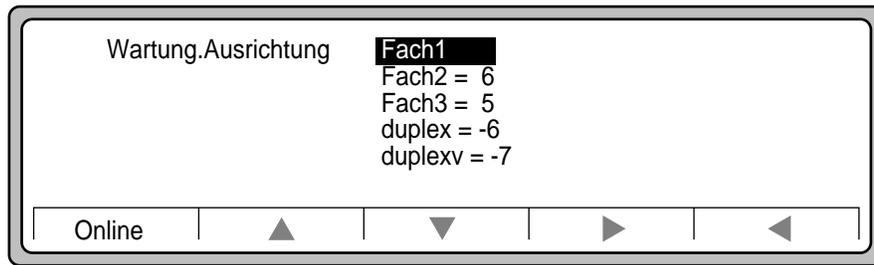

Abbildung 2-104 Wartung.Ausrichtung, Einstellung für Fach 1
1. Heben Sie mit Hilfe des **Abwärtspeils** die Option **Fach1** hervor, und drücken Sie dann den **Rechtspeil**. Dies ist die Anzeige "Wartung.Ausrichtung" (siehe Abbildung 2-104).